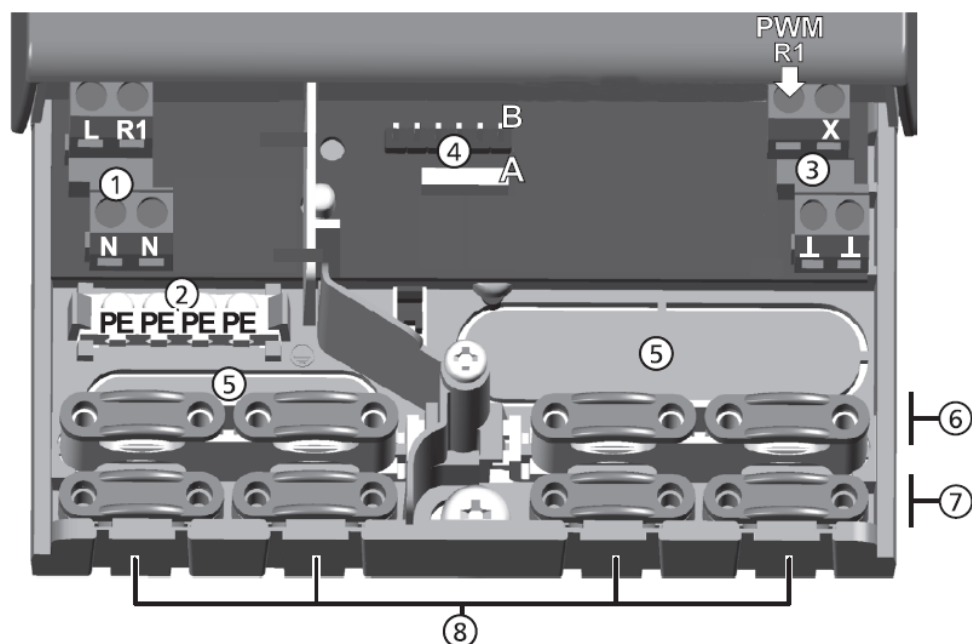

Figure 3 : bornes au niveau de la partie inférieure du régulateur (couvercle déposé)
1. Dégagez les rainures ⑤ (Figure 3) à l'aide d'outils adaptés.